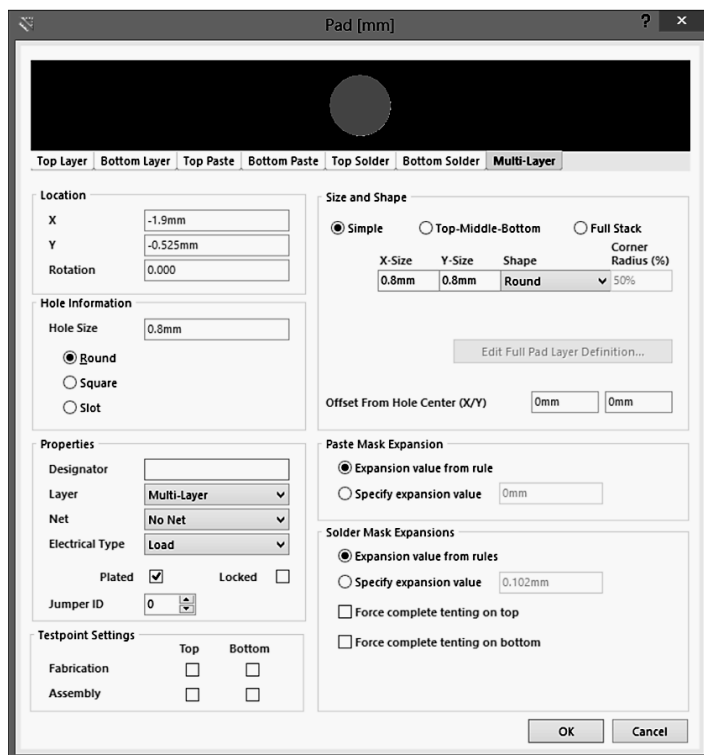
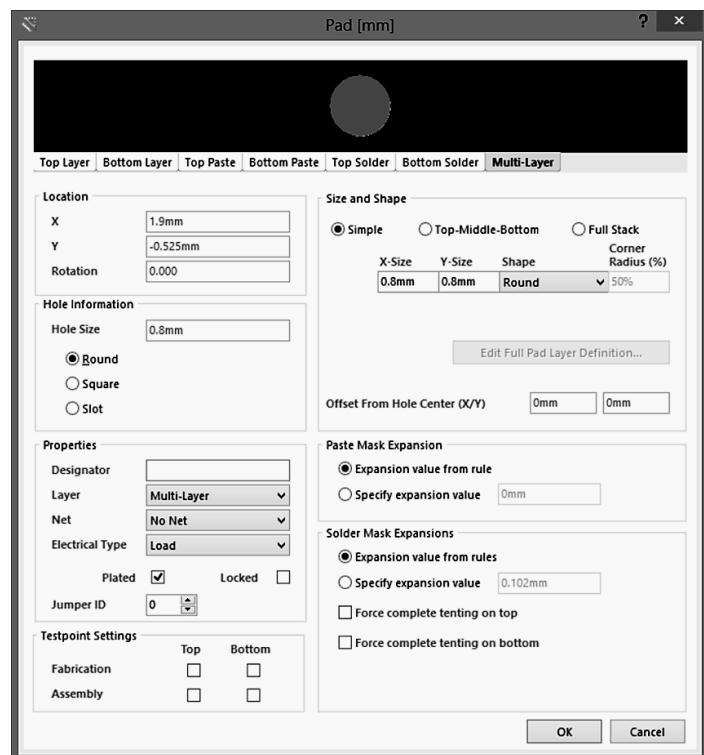

图 9-5-11 圆孔属性设置 1
图 9-5-12 圆孔属性设置 2
④ 放置两个直径为 0.8mm 的圆孔。首先放置一个焊盘，焊盘参数设置如图 9-5-11 所示，复制该焊盘，粘贴到编辑环境中，将其位置改为（1.9mm,-0.525mm），如图 9-5-12 所示。单击【OK】按钮后，在编辑环境中即可得到 9-5-13 所示的图形。